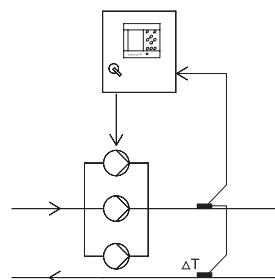

Рис. 27 Перепад температур
- Перепад температуры с одним датчиком, см. рис. 27.